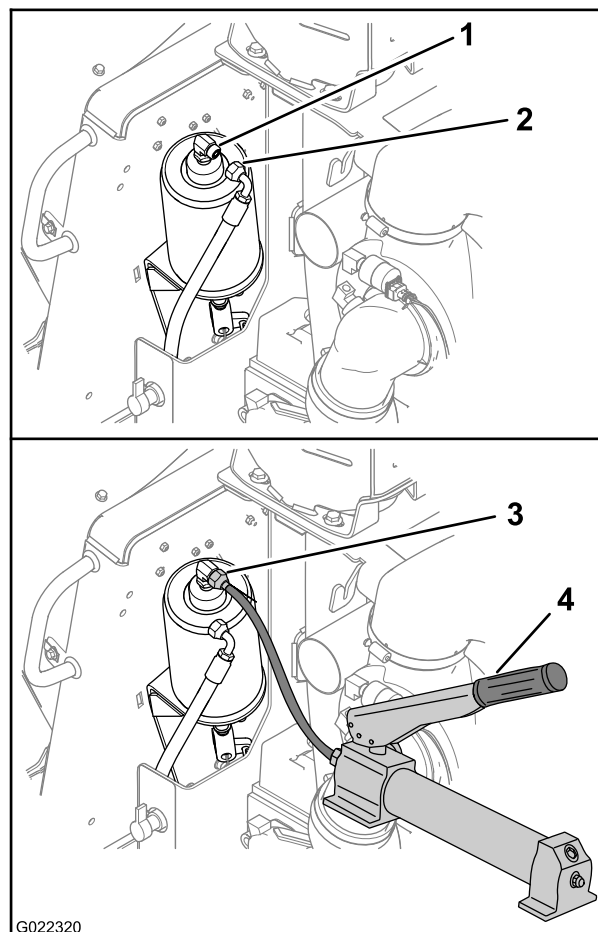

Рисунок 30
1. Отсоедините гидравлический шланг от цилиндра стояночного тормоза, как показано на Рисунок 30.
2. Подсоедините ручной гидравлический насос, способный обеспечить давление 350 фунтов на кв. дюйм, к цилиндру тормоза (Рисунок 30).